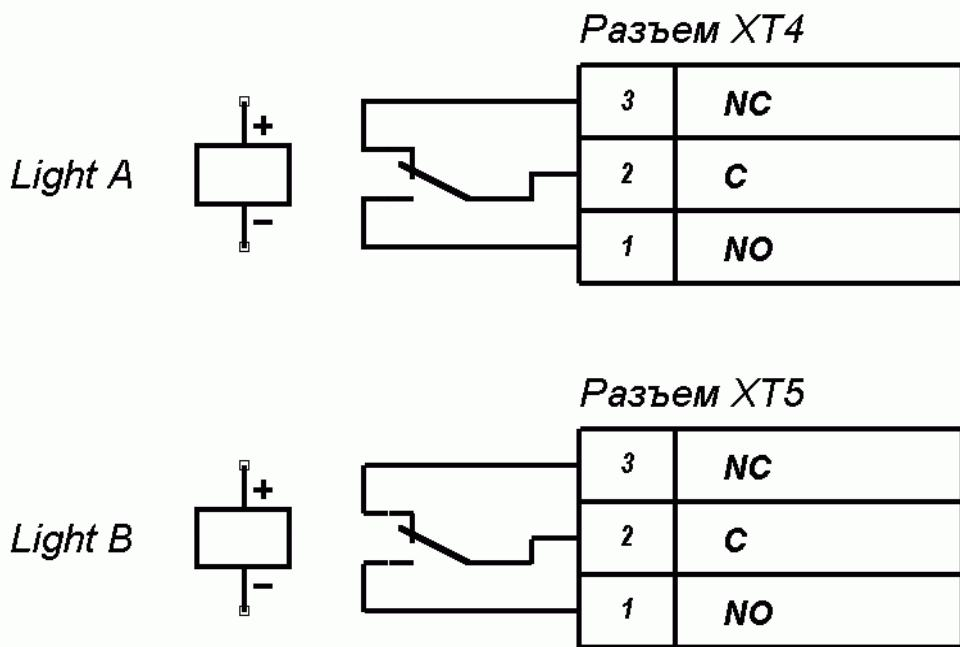

Рисунок 7 – Выходные каскады для Light A и Light B
6.9.4. Выносные индикаторы подключаются на клеммные колодки "XT4" (Light A) и "XT5" (Light B). При этом реле Light A (Light B) активизировано (на его обмотку подано напряжение), когда горит соответствующая данному направлению прохода зеленая стрелка на световом табло, и нормализовано (на его обмотку напряжение не подано), когда соответствующая данному направлению прохода зеленая стрелка на световом табло не горит. Факт срабатывания/отпускания реле Light A и Light B можно определить по загоранию/гашению красных индикаторов, которые установлены вблизи указанных реле (см. рисунок 2). Выходные каскады для Light A и Light B — перекидные контакты реле (см. рисунок 7) со следующими характеристиками сигналов: